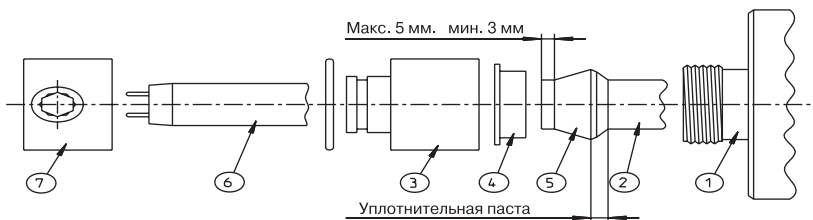

Рис. 6.5: Монтаж кварцевой защитной трубки GENO®-UV-120
- Снять защитный кожух из ПВХ (7) и отвинтить резьбовое соединение (3).
- Одеть уплотнение из витона (5) на кварцевую защитную трубу (2) в соответствии с рисунком и нанести уплотнительную пасту, поставляемую в комплекте, на указанную область (см. рис. 6.5).
- Вставить кварцевую защитную трубу (2) в корпус из нержавеющей стали (1). При этом следует обращать внимание, чтобы она входила точно посередине прохода (внутри стального корпуса)..
- Надеть кольцо (4) и затянуть резьбовое соединение (3).
- Вставить УФ – лампу (6) в кварцевую защитную трубу (2) примерно на 60 мм. При установке УФ – лампы не касаться ее голыми руками, т.к. это приводит к образованию жирных пятен на поверхности и соответственно, снижению мощности излучения.
- Соединить УФ – лампу (6) со штекером в защитном кожухе из ПВХ (7)..
- Ввести УФ – лампу (6) до конца и надеть защитный кожух из ПВХ (7).
Работу лампы можно безопасно проверить через контрольное отверстие в защитном кожухе (7) (см. рис. 6.5). Если из контрольного отверстия исходит голубой свет, то лампа в порядке.